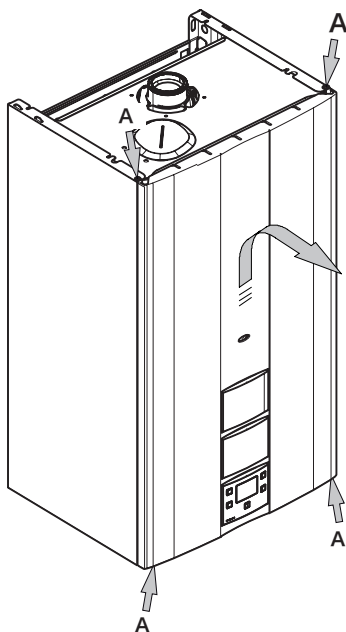

图 9.1
- 拆掉螺钉 A。向上推动前面板，将其从下挂钩中松开 (图 9.1)，从而拆下前面板。